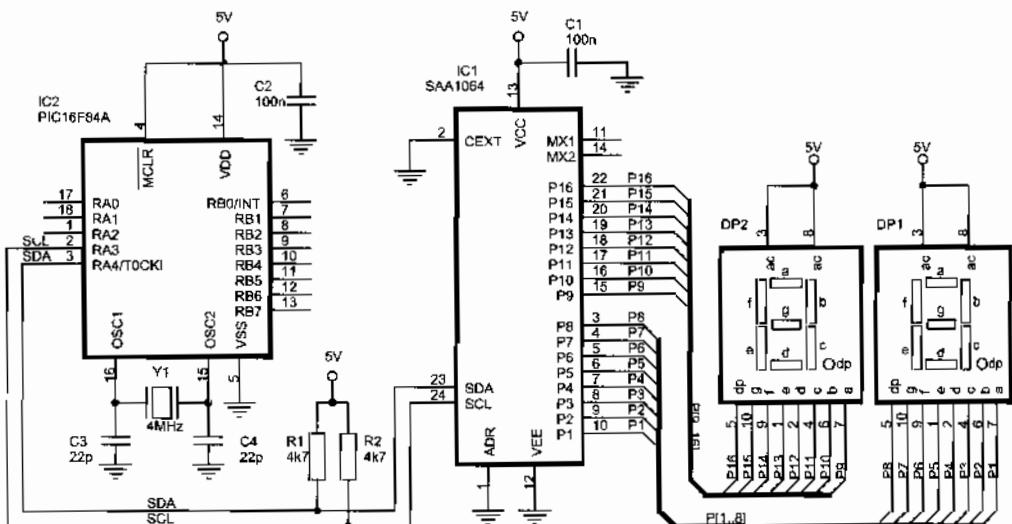

Figura 25-2 Circuito típico para el SAA1064 en modo de funcionamiento estático
El SAA1064 puede trabajar en un modo denominado **estático** alimentando a dos displays cuyo circuito típico se muestra en la figura 25-2.
En las figura 25-2 y 25-3 el pin ADR es llevado a masa, en consecuencia la dirección del SAA1064 será b'01110000' ó 70h.
- $C0=0$ . El SAA1064 trabaja en modo estático o continuo, sólo puede controlar dos displays, como se muestra en la figura 25-2.